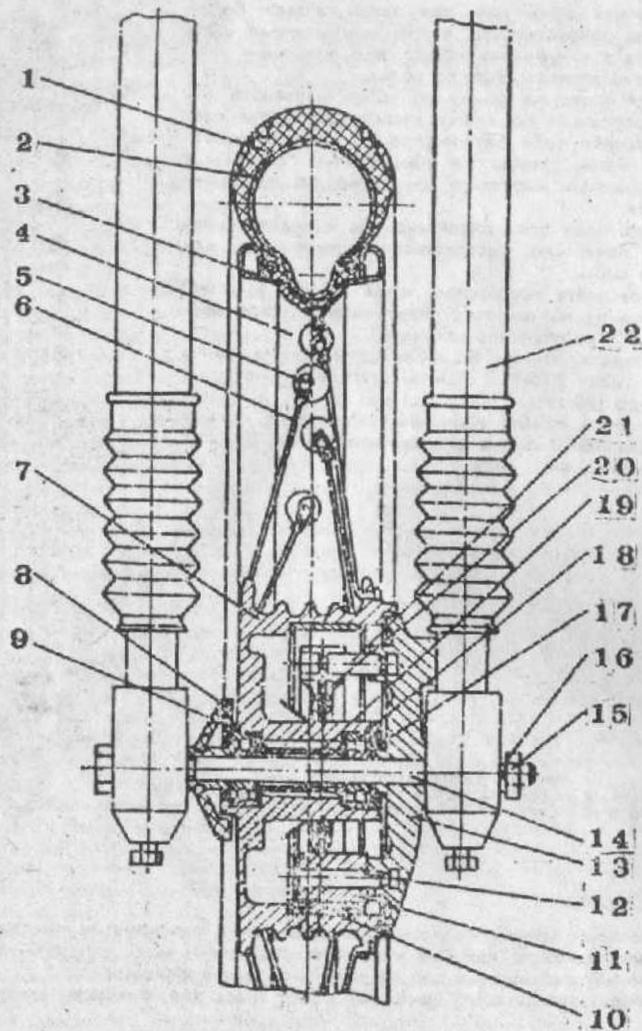

Рис. 18. Колесо переднее:
**Снятие переднего колеса (рис. 18).**
- выбейте легкими ударами ось 14 колеса (рис. 18).